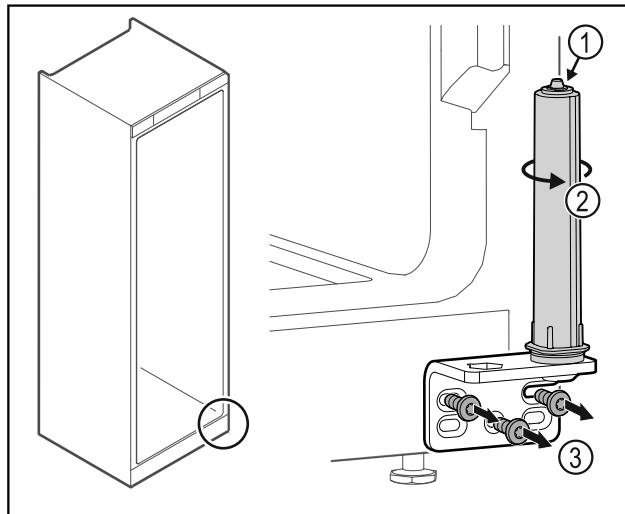

Fig. 32
- Не розбирати систему закриття дверей Fig. 32 (1).
- Повернути систему закриття Fig. 32 (2) до клацання.
- Відкрутити шарнірний кутик Fig. 32 (3).